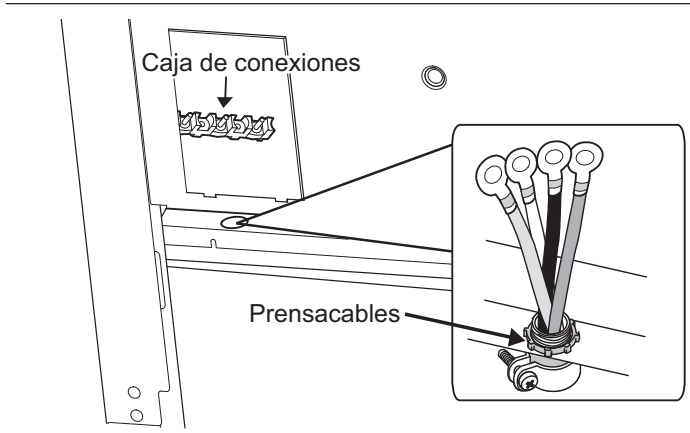

Figura 9: Ubicación del prensacables
Localice la caja de conexiones en la parte trasera del aparato y quite la cubierta (consulte la *Figura 9*). Se debe fijar el conducto a la caja de conexiones utilizando un conector de conducto aprobado. Se debe conectar la extremidad libre del conector de conducto a una caja de conexiones instalado en la zona de alimentación eléctrica, como se muestra en la *Figura 4 en la página 8*.
Instale un prensacables (no incluido) en el orificio de 1 pulg. (25,4 mm) de diámetro situado debajo de la caja de conexiones (vea la *Figura 9*). El cableado del aparato debe llegar hasta la caja de conexiones mediante el conducto, pasando a través del prensacables. Las extremidades de los cables deben tener fijadas lengüetas cerradas de 1/4 pulg., preferentemente soldadas en su lugar. Realice las conexiones a la caja de conexiones incluida.
1. Localice la caja de conexiones en la parte trasera del aparato y quite la cubierta (consulte la *Figura 9*).
3. Instale el prensacables (no incluido con la estufa) en el orificio de 1 pulg. (6 mm) de diámetro situado en el panel trasero, debajo de la caja de conexiones (vea la *Figura 9*). Pase los cables por el prensacables.